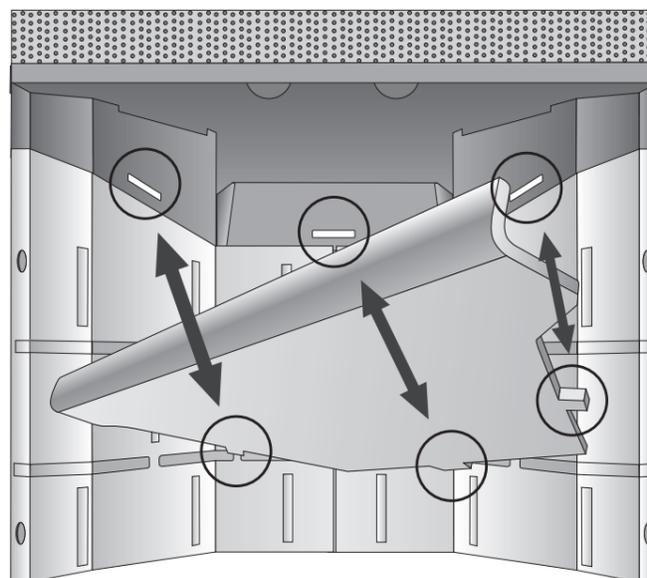

Fig.8
- Abrir a porta de combustão da lareira a pellet e inclinando o retentor de chama, inserir-lo nos três furos de apoio (fig.8).